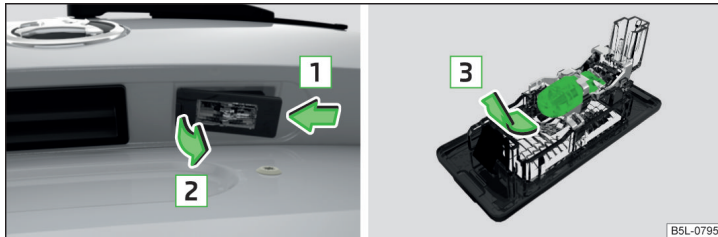

Fig. 203 Démontage de l'éclairage de la plaque d'immatriculation / remplacement de l'ampoule
- Pivotez l'ampoule dans le sens de la flèche 1 » fig. 203, jusqu'à ce qu'elle s'enclenche de façon audible.